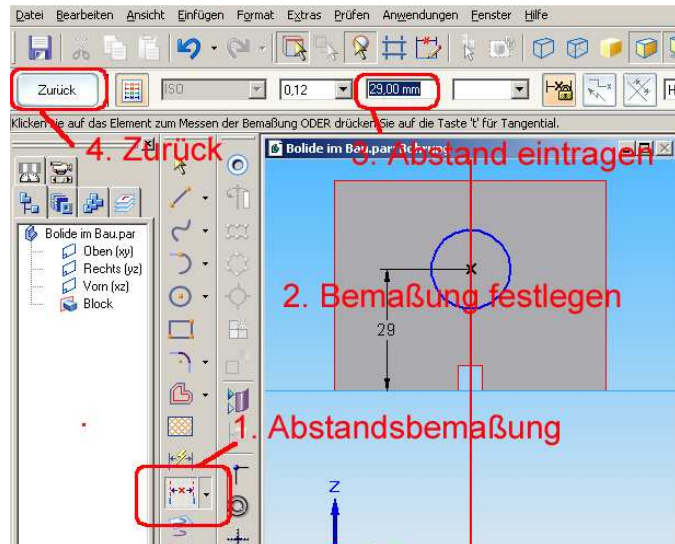

Abb. 16 Bohrung positionieren
7. In der Symbolleiste Zeichnen auf **Abstandsbemaßung** klicken. (Abb. 16)